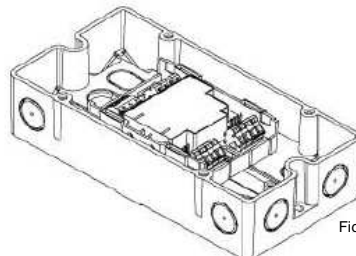

Fig. 4.4.2.
- Instalação fora de um gabinete de comutação ou de uma unidade de controle: Use caixa FDCH221 (Fig. 4.4.2).
3. Monte a caixa sobre uma superfície uniforme com dois parafusos. (Fig. 4.4.2). Distância entre furos: $182,0 \pm 1,0$ mm.